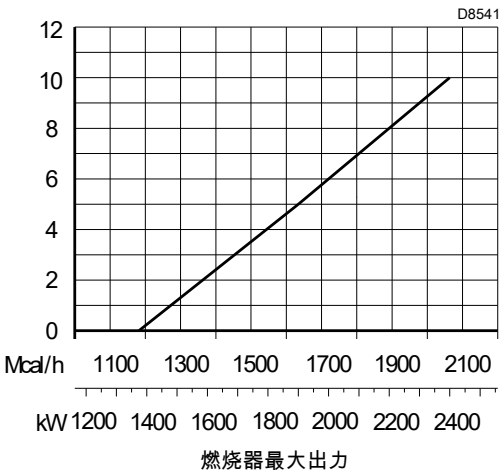

图 18
在图中（图 18）找到对应刻槽：
示例：燃烧器最大出力 = 2400 kW。根据图（图 18），在此出力时需要进行以下设定：
• R2 设定（图 18）仅供参考。
如可能，应将环形螺母一直关闭（刻槽 0）；如果需要重新吸入空气，可将开启螺母，如图所示图 18。
• 图 18 为所示锅炉的最优设定图 4。